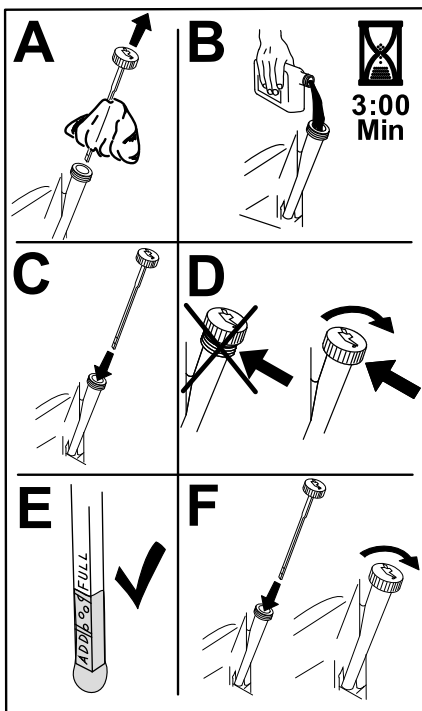

Figura 43
6. Versate lentamente circa l'80% dell'olio indicato nel tubo di rifornimento e sempre con cautela rabboccate l'olio necessario per portarlo alla tacca di Pieno (Figura 43).